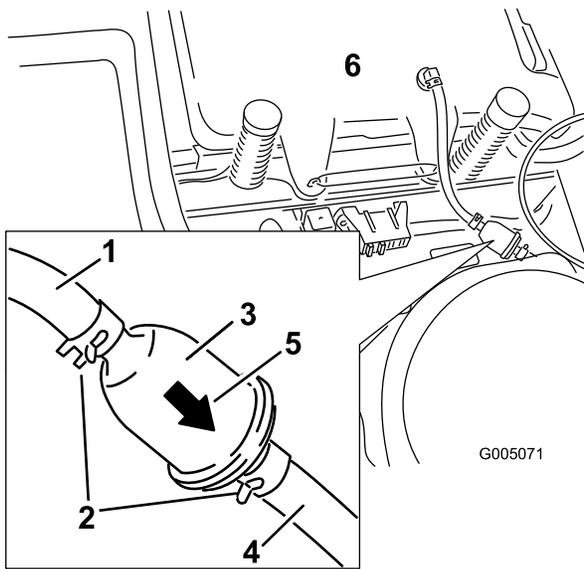

Figura 29
4. Apriete los extremos de las abrazaderas y deslícelas por el tubo alejándolas del filtro (Figura 29).
6. Instale un filtro nuevo – la flecha que indica el sentido de flujo debe apuntar hacia el motor. Acerque las abrazaderas al filtro (Figura 29) para sujetar éste.